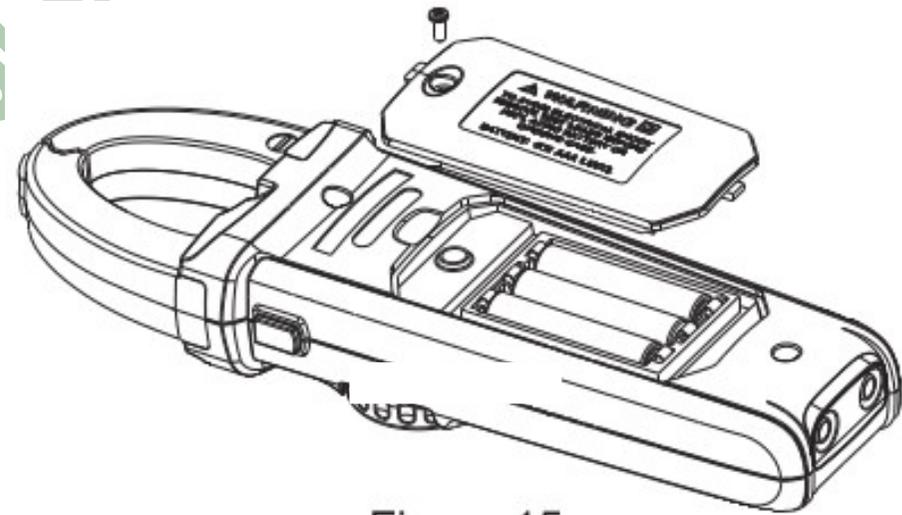

Figura 15
2. Instalación o reemplazo de baterías (Ver figura 15)